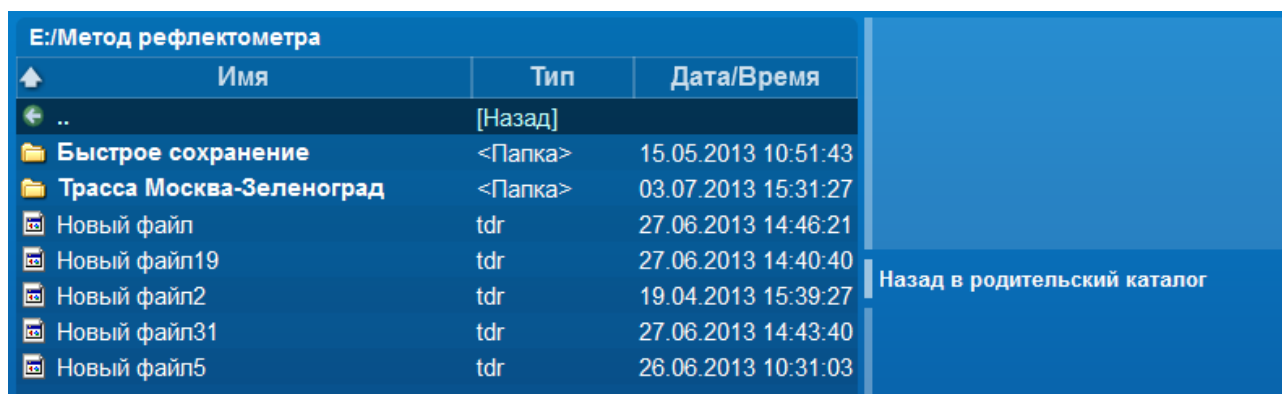

Рис. 35. Элемент перехода в родительский каталог
Перемещением по каталогам можно назвать переход от родительского каталога к дочернему и наоборот (рис. 35).
**Для перехода в родительский каталог**, выберите в самом верху строку с подписью **«..»** («Назад») и нажмите **«ОК»** (рис. 35). Текущим станет родительский каталог, а дочерний, из которого был произведён переход, будет выделен.